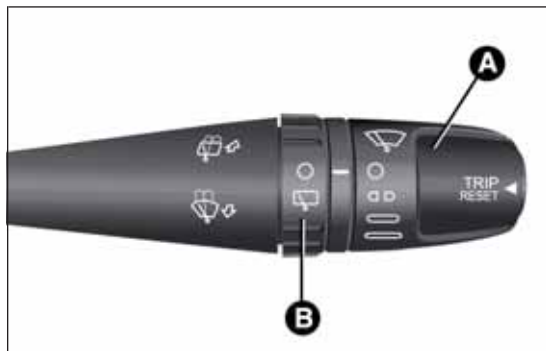

fig. 217
- ☐ girar la corona A fig. 217 en posición  (limpiaparabrisas parado);